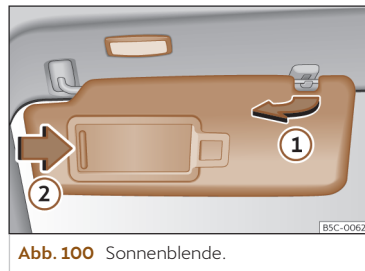

Abb. 100 Sonnenblende.
- Die Sonnenblende kann aus der Befestigung entnommen und zur Tür gedreht werden >>> (Abb. 100) ①.